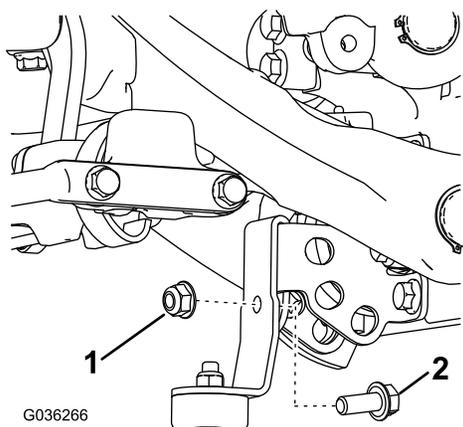

Figura 2
2. Deslize a montagem do batente para o suporte de montagem do equilíbrio do braço de suspensão e prenda-o com um parafuso (5/16) e porca flangeada (Figura 2).